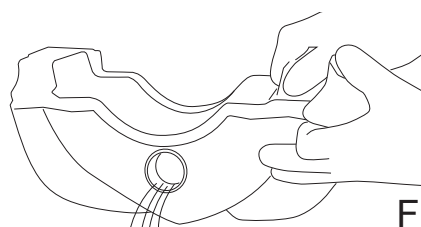

Fig.24
- Leeg de inhoud van de tank uit de voorste opening (Fig.24).